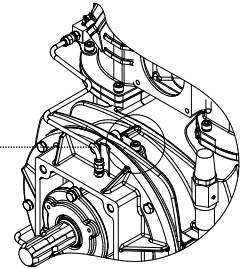

Рис. 6.2
- Открутите пробку проверки лопаток на корпусе. См. Рис. 6.2.